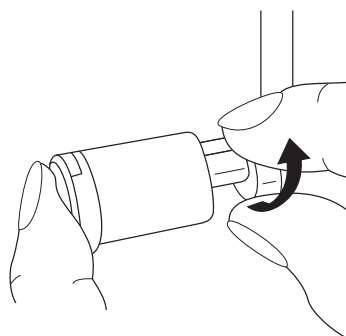

Fig. 2
Pour ce faire, appuyez la lame supérieure ❷❶ vers la droite et tournez-la un peu, afin d'assurer une bonne assise (Fig. 2 et 3).